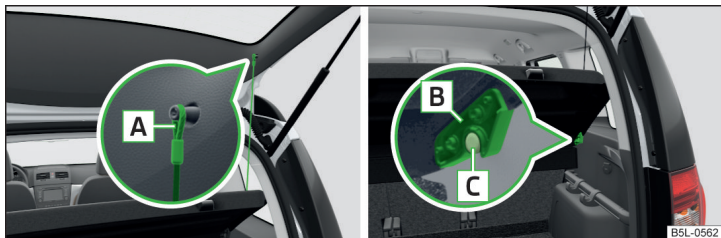

Fig. 100 Fixer la tablette du coffre à bagages
- Accrochez les sangles **A** » fig. 100 du capot de coffre à bagages.
- Appuyer les logements de la tablette **B** » fig. 100 sur les supports **C** du revêtement latéral.
Si les sangles **A** » fig. 100 sont accrochés au capot du coffre à bagages, la tablette du coffre à bagages s'ouvre en même temps que le capot.